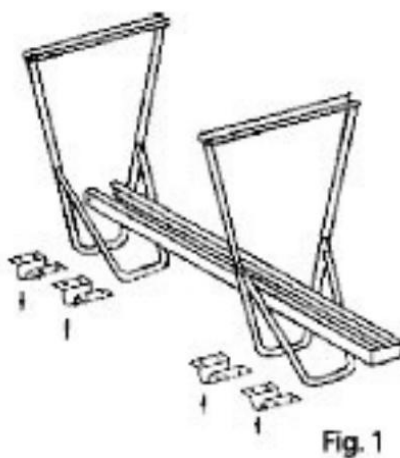

FIG. 4 — Apertura de los armazones
- 1) Abra parcialmente a compás los brazos, vuelque los dos armazones y manténgalos en posición vertical (véase FIG. 4).